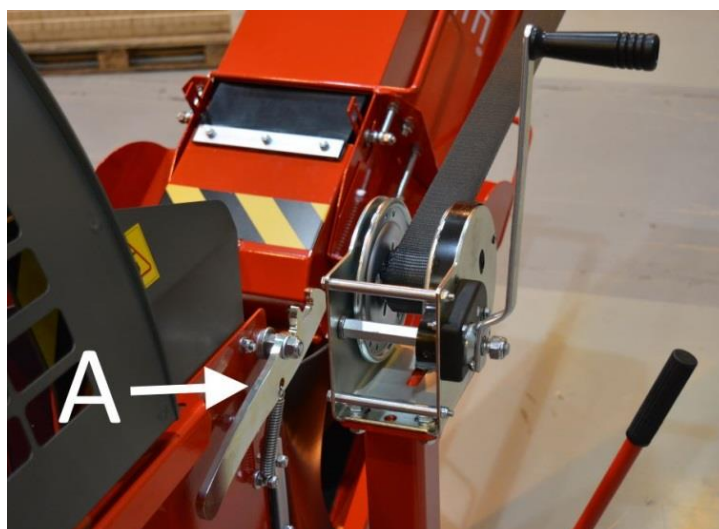

Bild 4a.
3. Låt låsning A på bild 4a vara öppen och sänk ner utmatningstransportören i det nedersta läget med hjälp av en vinsch.
5. Lyft transportören med en vinsch tills den låser sig i sitt övre läge. Kontrollera att lås A (bild 4a) är ordentligt på plats.